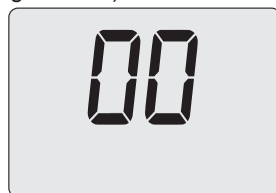

Figura 5.33
- Premendo il tasto 17 (Figura 5.30) sul display LCD appare il valore del parametro P07 (Figura 5.33).